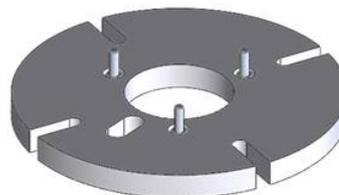

Figure 26 : boulons captifs
- Assurez-vous que les boulons captifs qui servent à sécuriser le boîtier du palier sont bien fixés à la plaque de fixation (Figure 26).